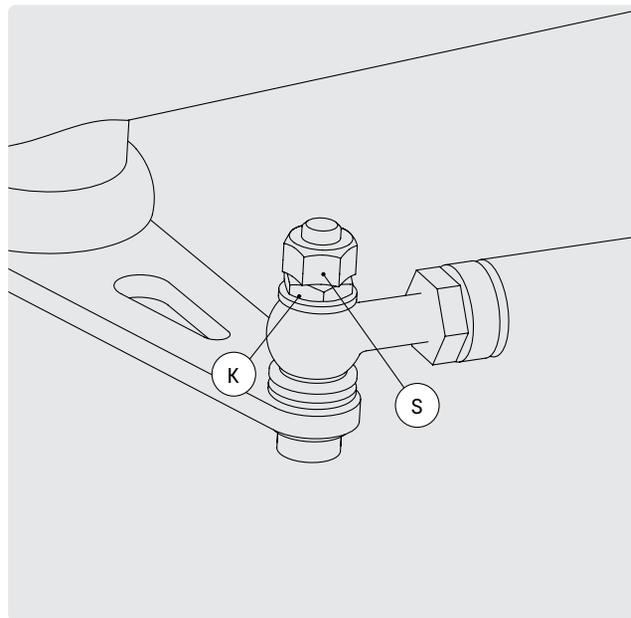

FIG. 33
- Se si preferisce uno sterzo più pesante, serrare leggermente di più il dado piatto K sul tirante dello sterzo (fig. 33). A tal fine, è necessario rimuovere il dado autobloccante S.